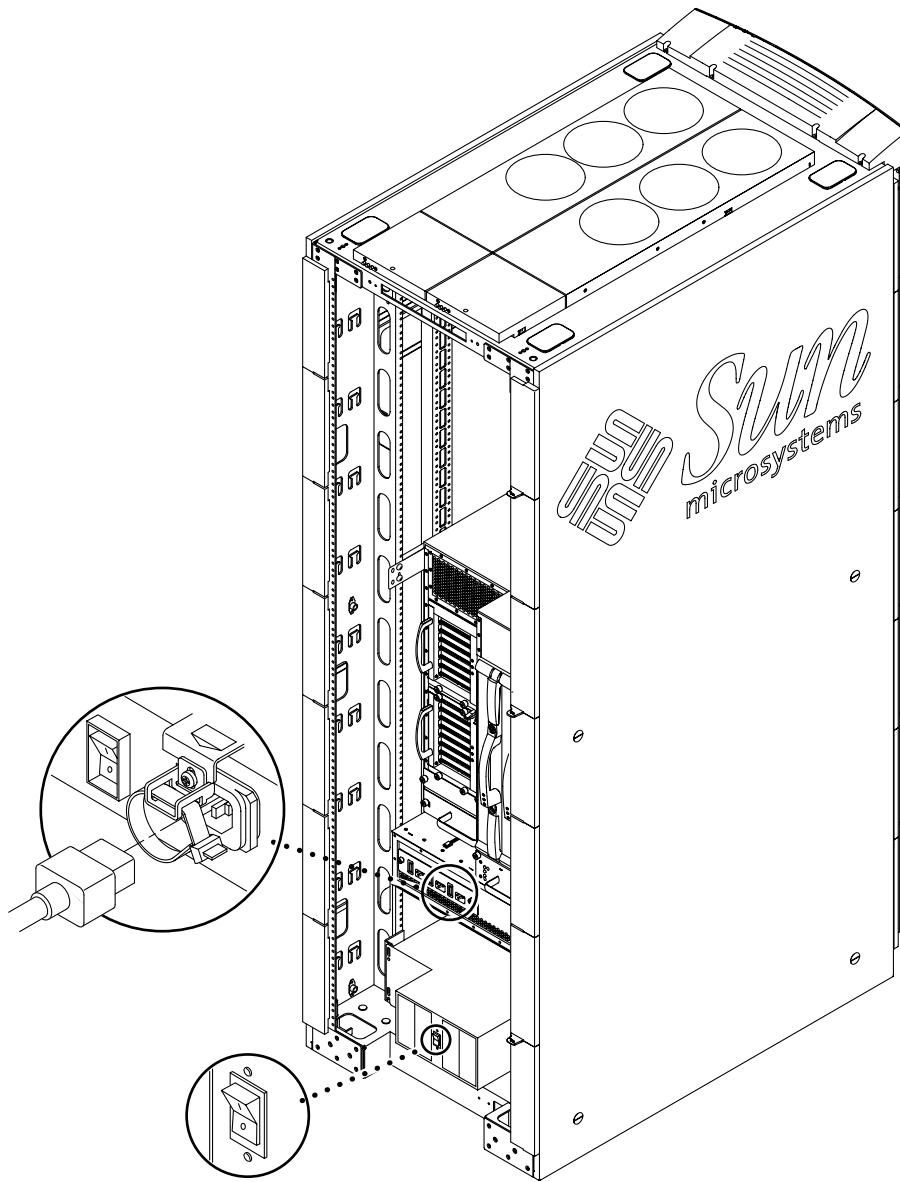

図 3-3 Sun Fire E4900 システムが搭載されたキャビネットの電源スイッチの位置
1. Sun Fire キャビネットの各電源スイッチが、オフに設定されていることを確認します (図 3-3)。
1. 各電源スイッチを、オンの位置に入れます (図 3-3)。
6. 各電源スイッチを、オンの位置に入れます (図 3-3)。